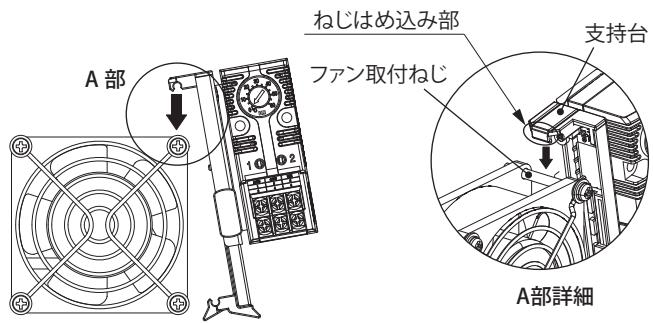

図2
- 支持台のねじはめ込み部を、ファン取付ねじにカチッと音がするまではめ込んでください。(図2)